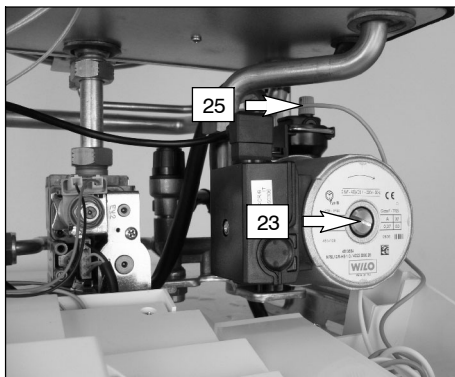

fig. 6.3
- 5 Allentare il tappo della valvola di sfiato automatico (25 in fig. 6.3).
- 9 Togliere il tappo 23 in fig. 6.3 e sbloccare la pompa ruotando il rotore con un cacciavite. Durante questa operazione sfiatare la pompa.